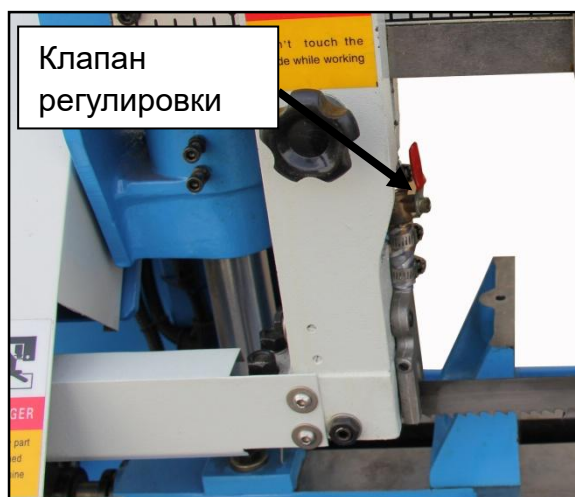

Рис. 6
См. Рис. 6.
- (1) Снять переднюю панель для доступа к резервуару.
- (2) Тщательно очистить и удалить посторонний материал, который может попасть в резервуар во время транспортировки.
- (3) Заполнить резервуар выбранной СОЖ и установить переднюю панель на место.
- (4) Отрегулировать клапаны на шлангах СОЖ, чтобы контролировать поток СОЖ (Рис. 6). Давление СОЖ не должно быть слишком высоким, чтобы не допустить разбрызгивания.